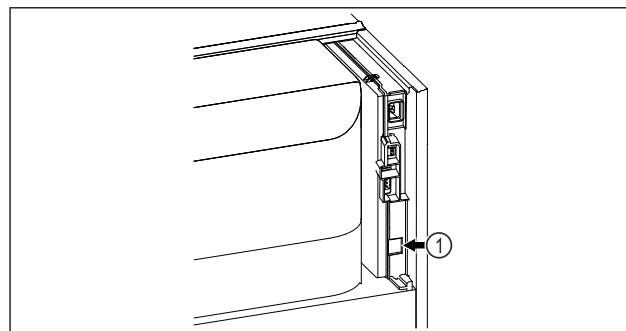

Fig. 144
- SmartModule Fig. 144 (1) is geplaatst.